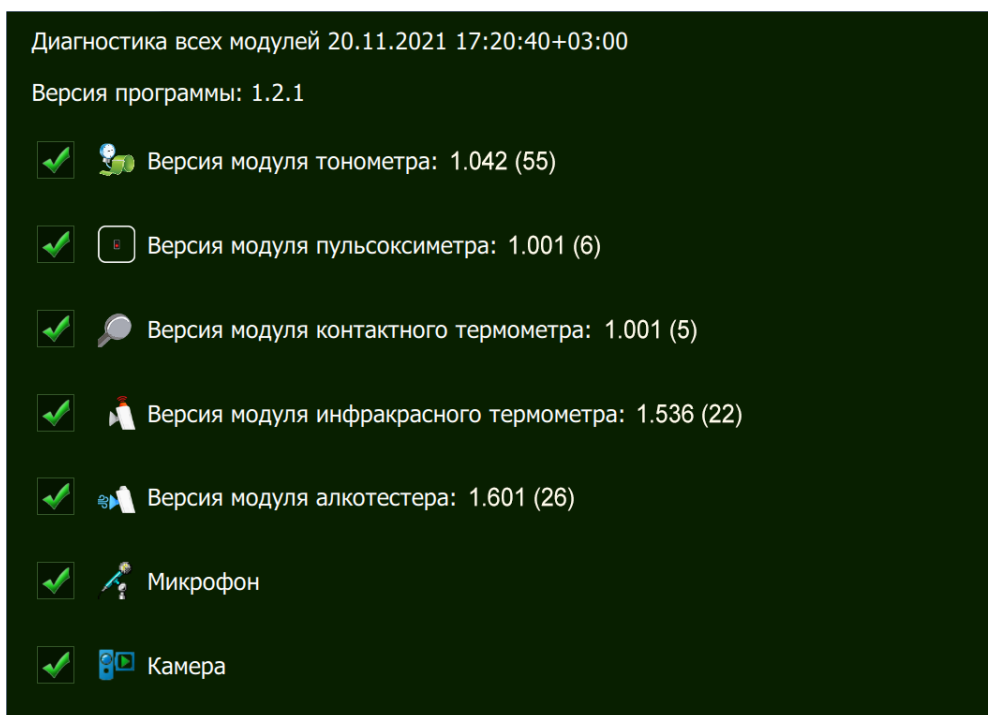

Рисунок 21 – Результаты автоматической самодиагностики комплекса
2. Нажмите кнопку «Вкл./Выкл.» на правой панели КИК и удерживайте ее в течение 2-3 секунд до загорания подсветки экрана. Через 3-5 секунд на экране появятся результаты выполнения автоматической самодиагностики комплекса (рисунок 21). При этом на экране должны быть отображены дата и время проведения диагностики, версия ПО и результат проверки каждого модуля комплекса.